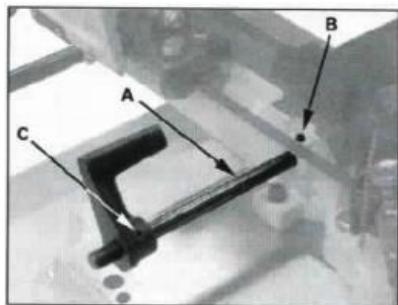

Рис.6
Установите стержень концевого упора (A, Рис.6) в основание станка и зафиксируйте его винтом (B).